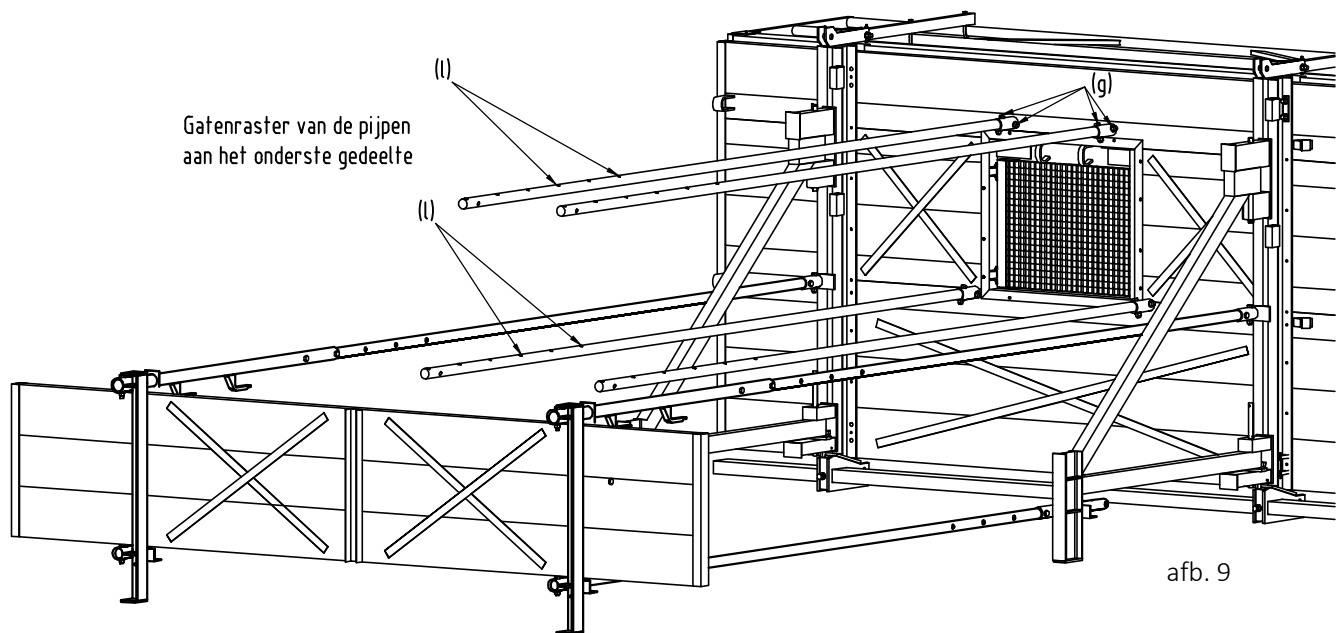

afb. 8
- 8 Viersprong kraanhaakketting (p) aan de in de beplating verzonken beugels inhangen. Stabilisatoren demonteren en het steigerelement met de onderhangbordes langzaam omhoog hijsen (zie afb. 8).